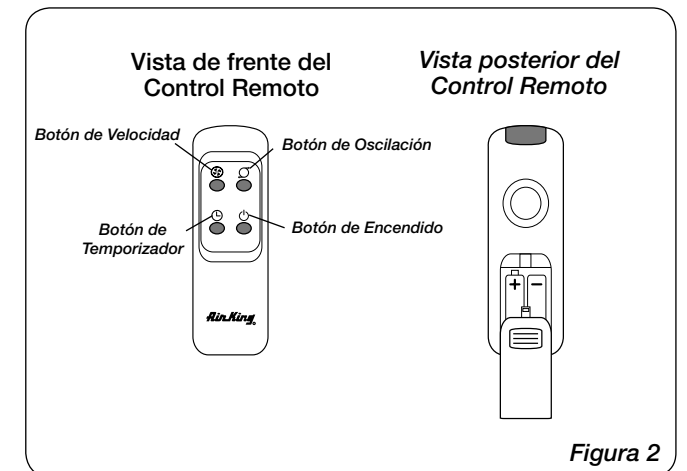

Figura 2
Puede operar este ventilador con los controles manuales ubicados en la parte superior de la unidad o con el control remoto (mostrado en la Figura 2).
CONTROL REMOTO (Figura 2)
1. Instale las baterías según se muestra en la Figura 2. El tipo de batería es "AAA" (no suministradas).